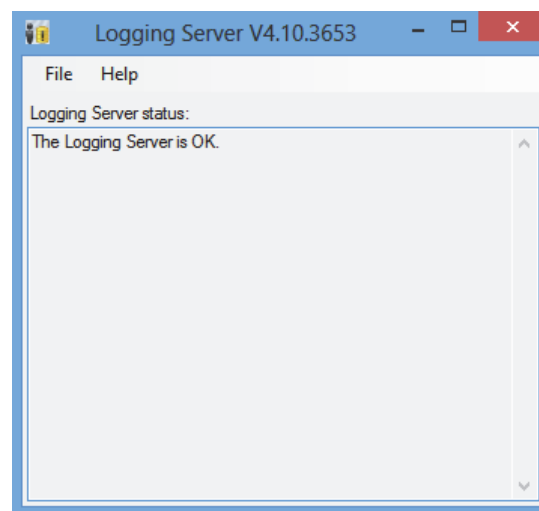

figura 58.4: Finestra principale
- 1 Fare doppio clic sull'icona *Logging Server* (vedere figura 58.2). Appare una schermata simile a quella in figura 58.4.